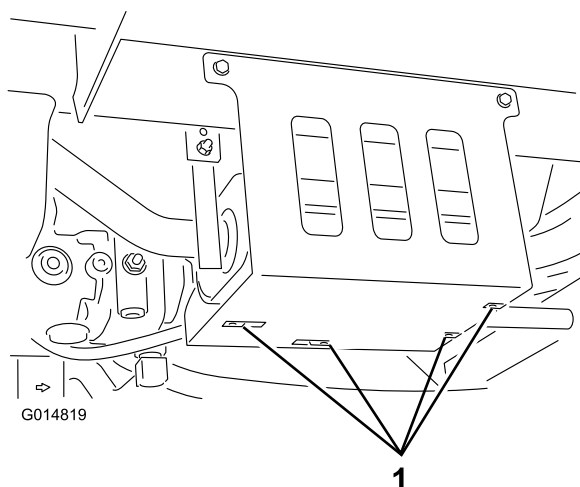

Figura 1
1. Coloque as quatro porcas em U no resguardo de calor do tubo de escape (Figura 1).